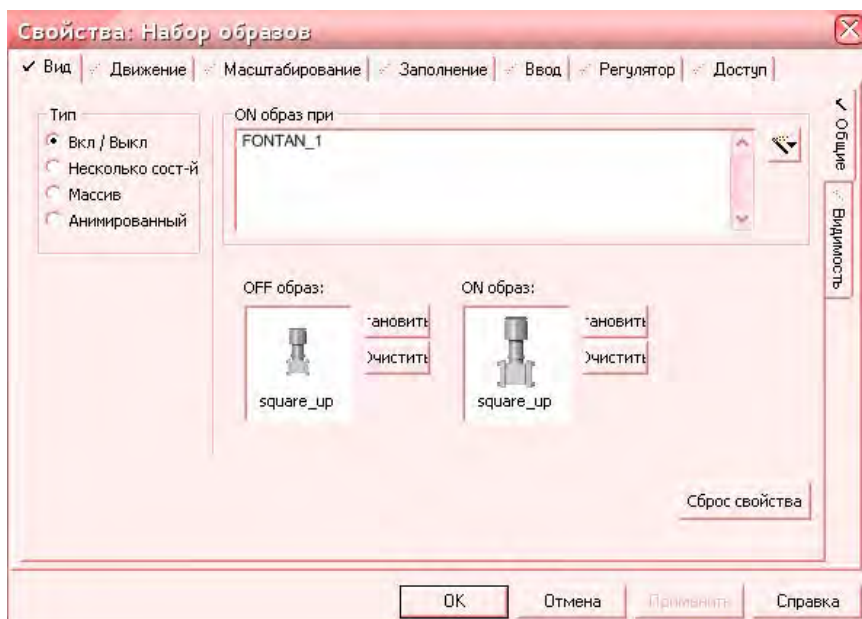

Рис. 4.10. Свойства клапанов для подачи воды
Далее сделать диаметр основания, как показано на рис. 4.10. На панели инструментов выбираем эллипс, после этого создаем эллипс нужной формы (немного меньше, чем основание) для визуализации наклона фонтана.
*Создание воды фонтана и ее анимации (рис. 4.10, поз. 6).*
Аналогично создайте центральную часть 9 фонтана любого цвета (рис. 4.10).
Для этого выберите команду «Набор образов» из меню «Объекты» либо щелкните по пиктограмме «Набор образов». После этого появится окно диалога вставки образа библиотеки. Выберите библиотеку «meter\_medium», элемент «square\_up» при OFF и из библиотеки «meter\_large» элемент «square\_up» для ON (см. рис. 4.10). Ставим по такому клапану на каждый «лепесток» и один в центре (рис. 4.10).
В итоге должен получиться фонтан-цветок согласно рис. 4.10. Подключив компьютер к контроллеру, можем наблюдать анимацию фонтана при включении входов контроллера:  $x1$  – управление насосом и струйками фонтана,  $x2$  – лепестки меняют цвет,  $x3$  – управление задвижками и трубопроводом.